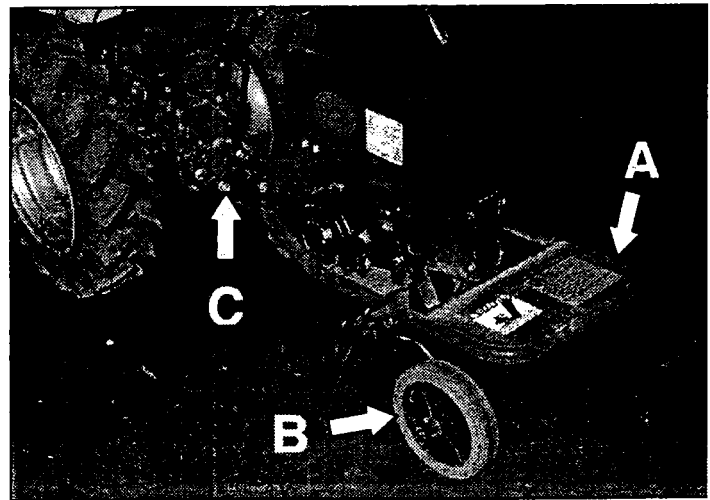

fig.1
- Fissare la ribalta **A** (fig.1) con le viti in dotazione.
- Montare la ruotina **B** in posizione di lavoro (fig.1).
- Fix flip-up part **A** (fig 1) using the screws provided
- Assemble the small wheel **B** in work position (Fig. 1)
- Fixer la surface basculante **A** (fig. 1) avec les vis données en équipement.
- Monter la petite roue **B** sur la position de travail (fig. 1).
- Fijar el volcador **A** (fig. 1) con los tornillos que se entregan en el equipamiento
- Montar la rueda **B** en la posición de trabajo (fig. 1)
- Die Klappe **A** (Abb. 1) mit den zur Ausstattung gehörenden Schrauben fixieren.
- Das kleine Rad **B** in Arbeitsstellung anbringen (Abb. 1).